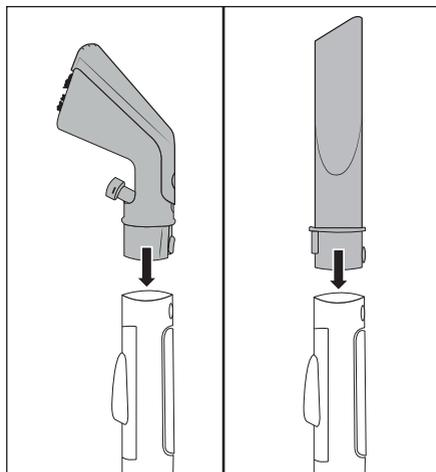

Fig. 3
- ◆ Inserire la bocchetta per imbottiture **22** o la bocchetta per giunti **25** nel flessibile di spruzzo/aspirazione **19** finché il tasto di blocco **25/32** non s'innesta (vedere fig. 3).